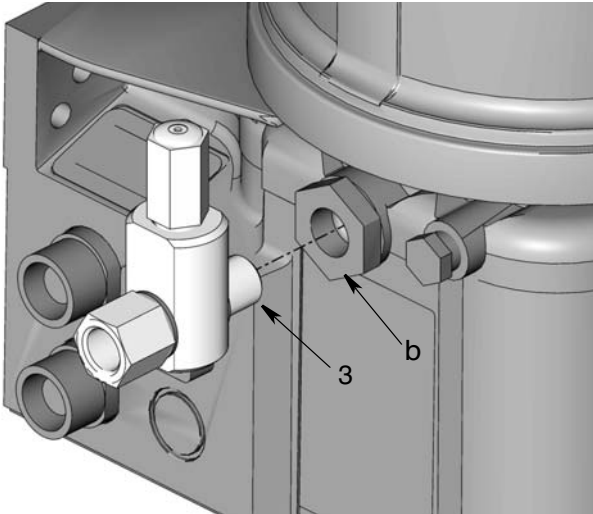

FIG. 4
6. Instale el perno banjo (3) en el elemento de bomba (b) (FIG. 4).